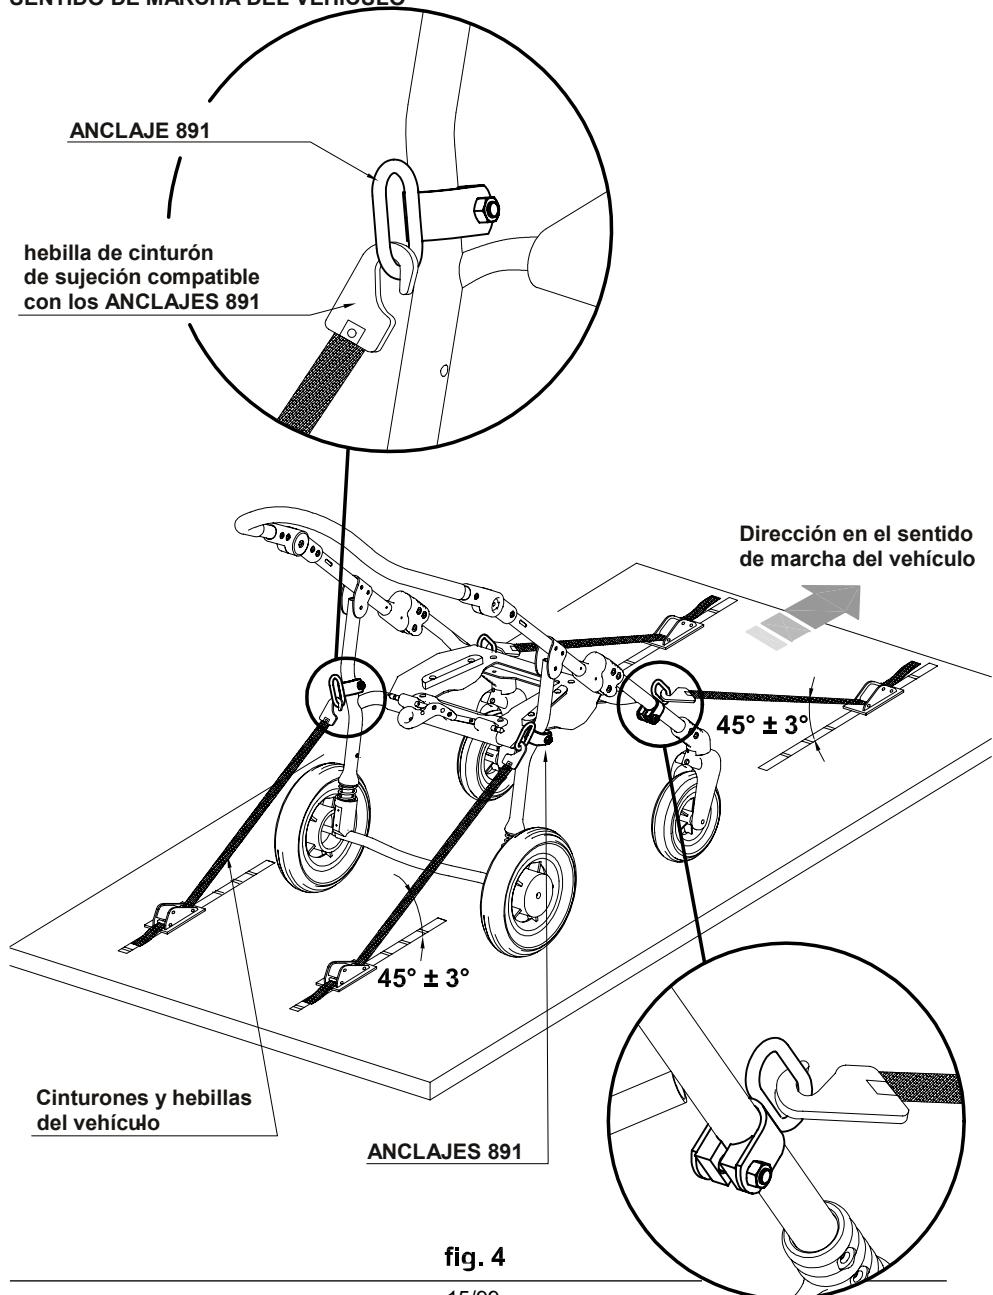

fig. 4
- **EL NIÑO SENTADO EN LA SILLA DE PASEO DEBE SER UBICADO EN LA DIRECCIÓN DEL SENTIDO DE MARCHA DEL VEHÍCULO EN MOVIMIENTO** (ver fig. 4 pág.15). De acuerdo al apartado 6.3.4 de la norma ISO 7176-19, la conformidad con la norma no impide, sin embargo, poder usar la silla de paseo en la dirección opuesta a la marcha, en los grandes vehículos equipados con espacios para esta finalidad específica
- **EL VEHÍCULO DEBE SER APTO PARA EL TRANSPORTE DE SILLAS DE RUEDAS/SILLAS DE PASEO ORTOPÉDICAS DE CONFORMIDAD CON LA NORMA ISO 7176-19** (ver fig. 4 pág. 15)
- **LA SILLA DE PASEO DEBE SUJETARSE AL VEHÍCULO mediante: 1) un sistema de cinturones de sujeción de 4 puntos conforme con la norma ISO 10542 suministrado con el vehículo** (ver fig.4 pág. 15) **y 2) el accesorio 891 – ANCLAJES para BASE 869 (4 anillos)** (ver fig. 1 y 2 pág.13, fig. 3 pág. 14 y fig.4 pág.15)